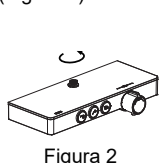

Figura 2
- Retire el conector del riel de elevación del panel de ducha termostático y retire la cubierta de vidrio (Figura 2/3).
- Rimuovere il connettore del binario di raccordo dal pannello doccia termostatico e togliere la copertura in vetro (Figura 2/3).